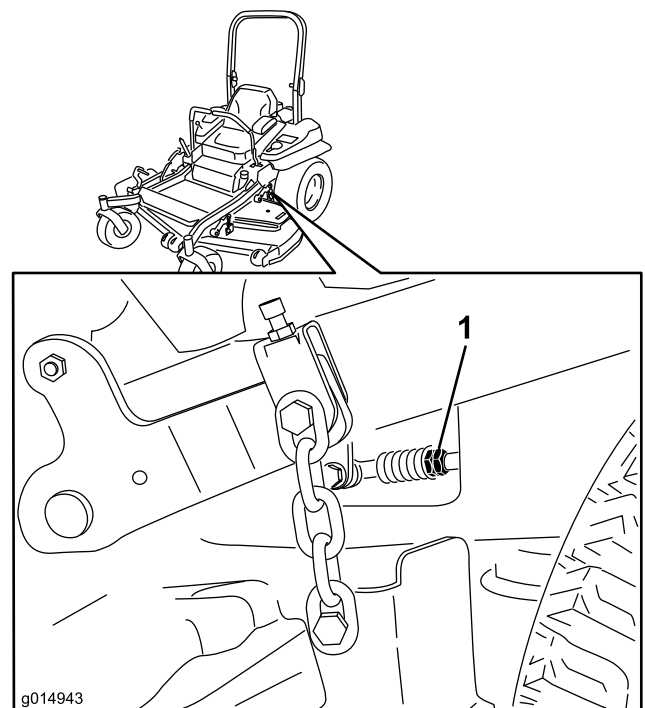

Figure 82
9. Réglez la longueur des tiges de pompes en tournant les doubles écrous dans le sens voulu jusqu'à ce que les roues tournent légèrement en marche arrière (Figure 82).